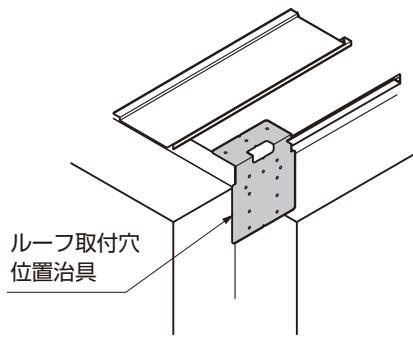

図11-45
- ルーフ取付穴位置治具の折り曲げ部を樋の入隅部に突き当てるとき正確に位置出しができます。(図11-45参照)